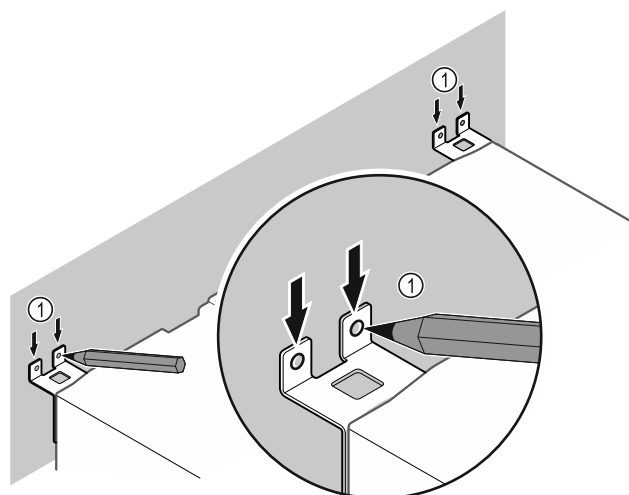

Fig. 10
- ▶ Udělejte na stěnu značky Fig. 10 (1).